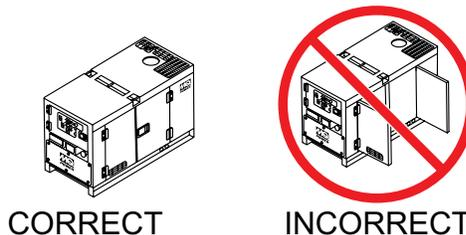

Figure 37. Portes de l'enceinte du moteur
- Fermez toutes les portes de l'enceinte du moteur (Figure 37).